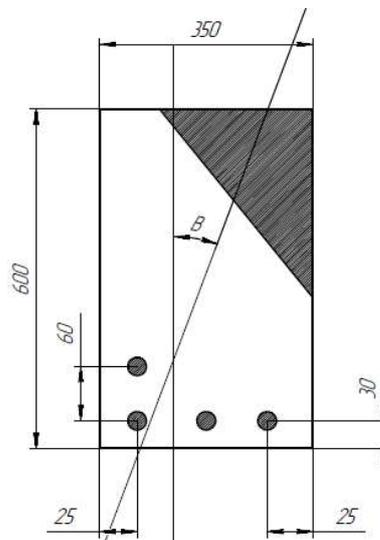

Рис. 1. Железобетонная балка
3. Железобетонная балка (рис. 1) с уклоном ($\text{ctg}B = 2,0$); нагрузки непродолжительного действия отсутствуют; бетон тяжелый класса В20, $\gamma_{b2}=0,9$, арматура класса АII ($R_s = 280$ МПа); 4 единицы растянутой диаметром 22 мм; изгибающий момент в вертикальной плоскости $M = 160$ кН·м. Проверить прочность сечения.